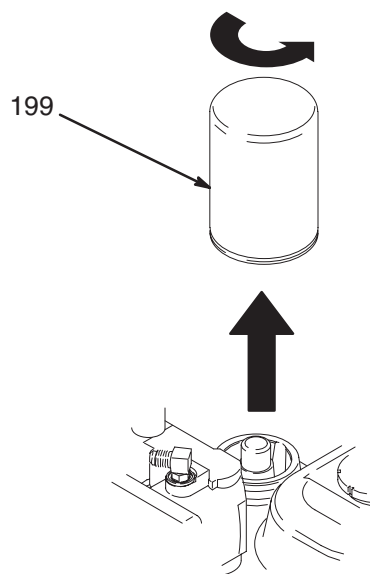

Fig. 8
1. Fig. 8. Coloque una bandeja de goteo o paños debajo del pulverizador para recoger el drenaje de aceite hidráulico.
2. Retire el tapón de drenaje (195). Espere hasta que el aceite hidráulico se drene.
3. Desenrosque lentamente el filtro (199) – el aceite pasa a la ranura y se drena por la parte trasera.